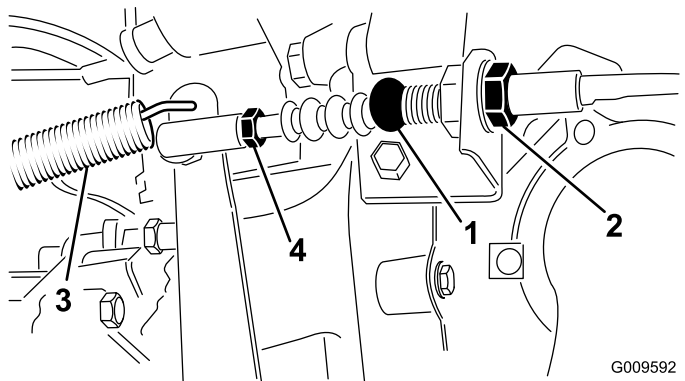

図 69
1. クラッチケーブルをベルハウジング上のブラケットに固定しているジャムナットをゆるめる 図 69。